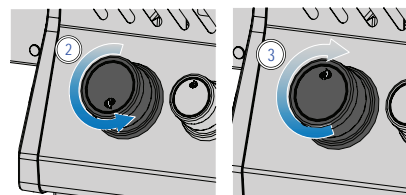

Fig. 1
4. Jeśli kontrolka i palnik nie zapalą się w ciągu 5 sekund – przekręć pokrętkę sterującą zgodnie z ruchem wskazówek zegara do pozycji OFF (WYŁ.). Poczekaj 5 minut, aż gaz się rozproszy. Powtórz kroki 2 i 3 lub zapal palnik zapalątką. (Rys. 1)